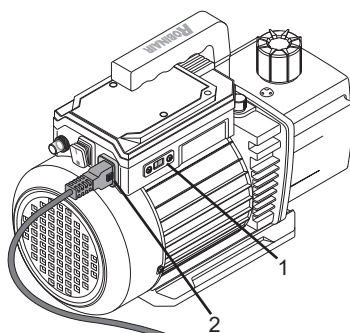

Figure 3
1. Régler le sélecteur de tension (1) selon les besoins, pour que la tension corresponde à l'alimentation nominale à la sortie (voir Figure 3).
3. Brancher le câble d'alimentation (2) à la pompe à vide (voir Figure 3).